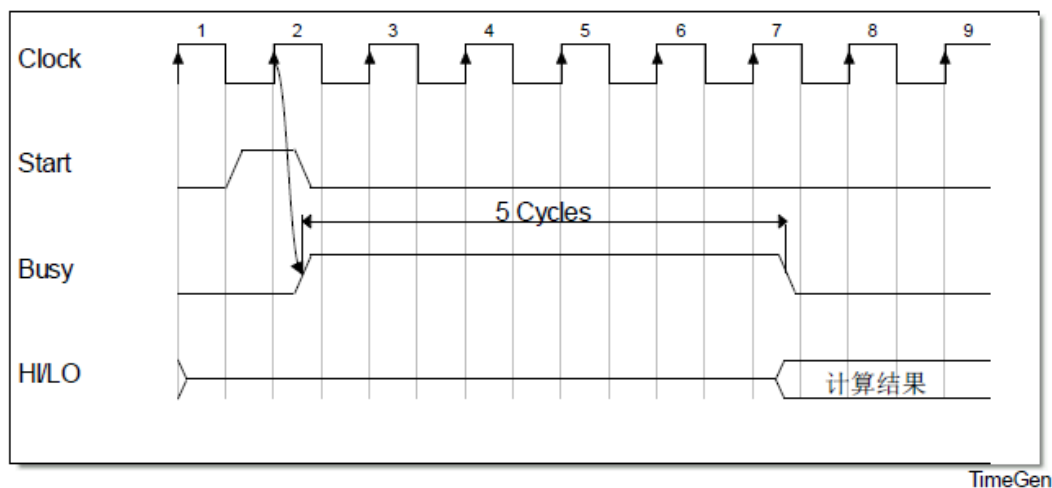

图 2 乘法执行延迟(5 cycles)
- 乘除法运算延迟。我们假定该模块执行乘法的时间为5个cycle（包含写入内部的HI和LO寄存器，执行除法的时间为10个cycle。你再乘除法部件内部**必须模拟**这个延迟，即通过Busy标志来反映这个延迟，如图2所示。